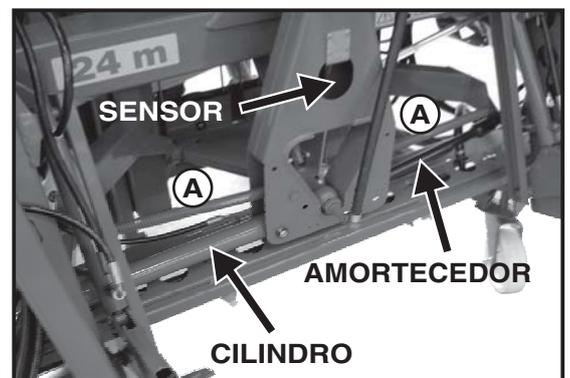

Figura 72
Para corrigir a inclinação, o cilindro hidráulico empurra o quadro para o lado desejado. Através dele, as duas molas de tração (Figura 72/A) recebem cargas diferentes e puxam a barra na posição desejada. O controle do cilindro hidráulico acontece através do painel de controle, ao acionar a tecla de inclinação (Figura 72).
• O diodo central (Figura 72/SENSOR) representa a posição "0" da barra. Caso a barra esteja paralela à estrutura da máquina e um outro diodo esteja aceso, é necessário reajustar a posição "0".